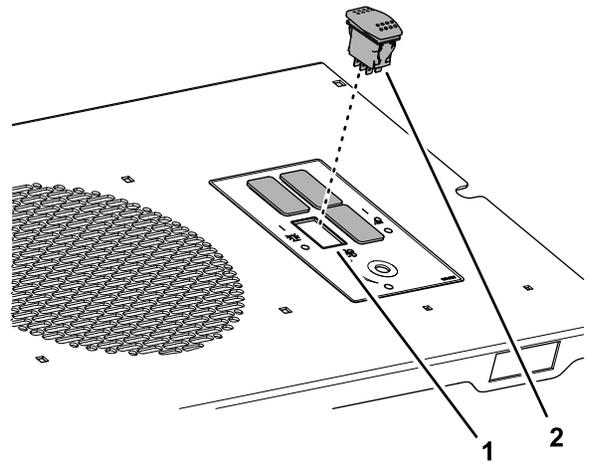

**Figura 10**
**Nota:** Il connettore della luce di segnalazione può essere sfilato dall'attacco della luce di segnalazione per il collegamento (Figura 10).
5. Montate la luce di segnalazione sulla staffa e montate il gruppo della luce di segnalazione come illustrato nella Figura 10.